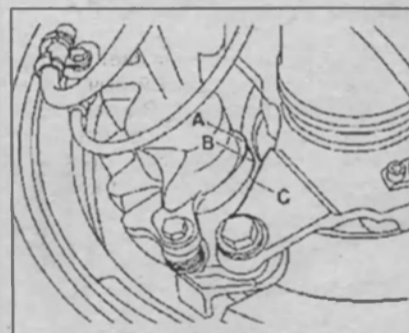

Рис. 2.12. Проверка толщины тормозных накладок на автомобилях со сдвоенными шинами:
2. Проверьте положение меток А и В на тормозном суппорте при вращении относительно края С (рис. 2.12).